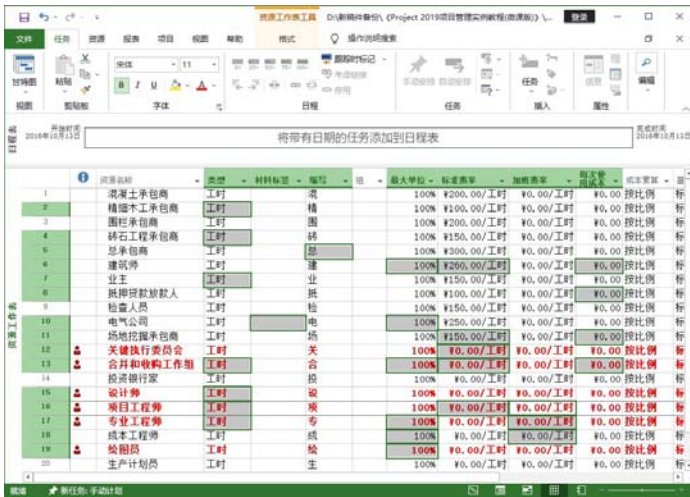

图 1-28 选取多个不连续的单元格
- ▽ 选取多个不连续的单元格：选取第 1 个单元格后，按住 Ctrl 键不放，再分别选取其他单元格，如图 1-28 所示。